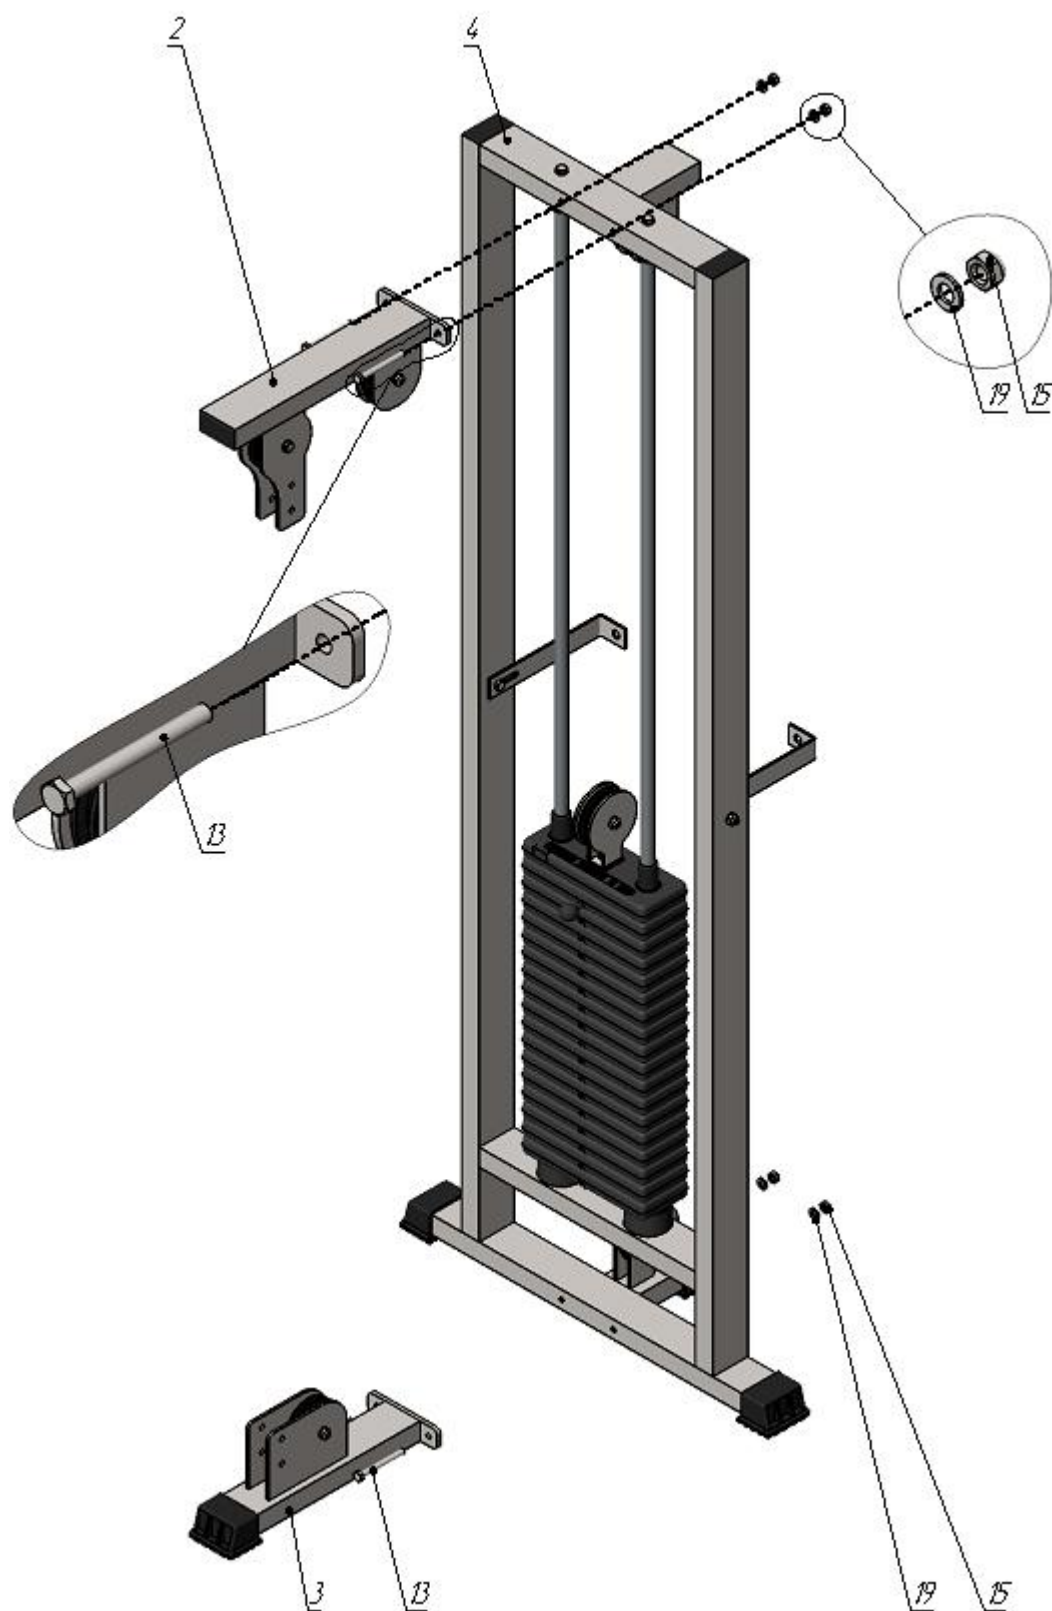

Рис.2
2. К раме грузоблоков (4) прикрутите верхнюю (2) и нижнюю (3) консоли комплектом крепежа: болт M10x100 (13), гайка M10 (15), шайба D10 (19) (рис.2).